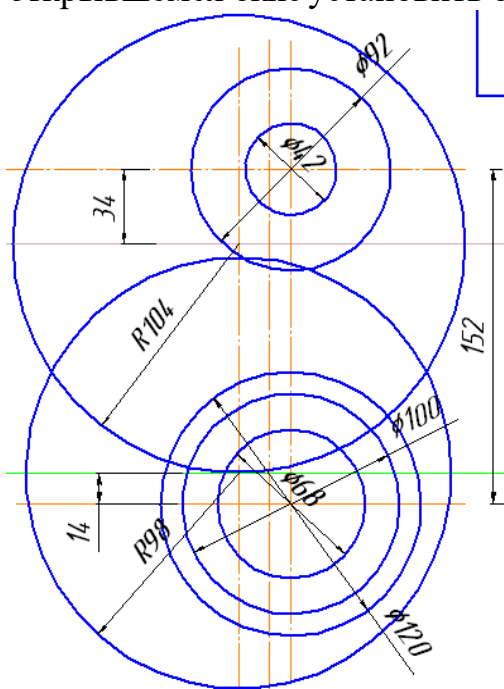

Рис. 3
3. Изобразить все заданные окружности (рис. 3). Для точного указания точек использовать объектную привязку **Пересечение**. Для этого щелкнуть на кнопке  **Установка глобальных привязок** и в открывшемся окне установить опцию **Пересечение**.